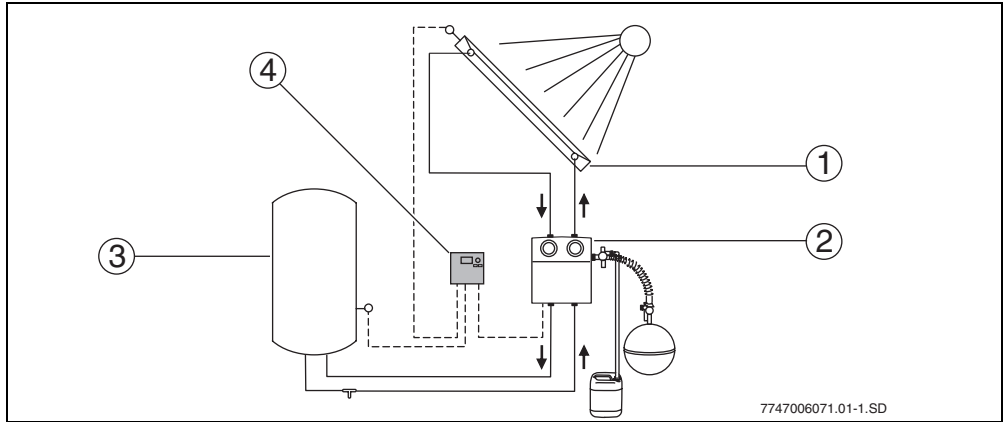

Fig. 3 Schemă instalație
Dacă diferența de temperatură setată între câmpul colector (→ fig. 3, pos. 1) și boilerul solar (→ fig. 3, pos. 3) este depășită, se va conecta pompa în instalația solară.